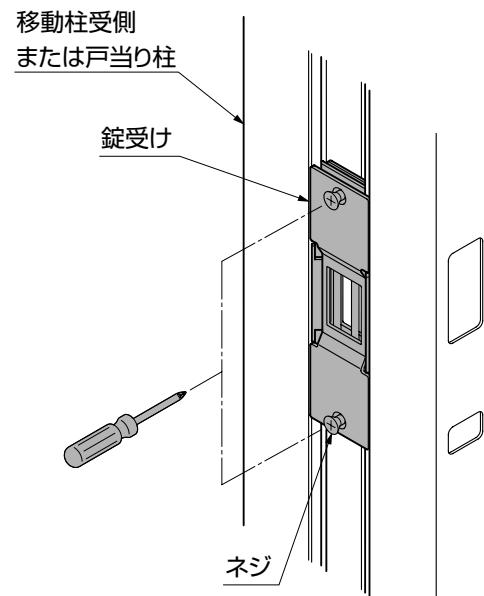

図9-5
③溝に錠受け本体が入ったことを確認して、図9-4の位置に錠受けを合わせて①で緩めたネジを締めてください。(図9-5参照)